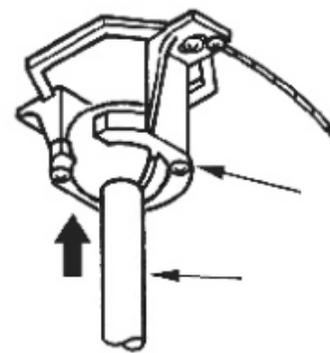

Fig.12
Paso 5. Levante el ensamblaje del motor y coloque la esfera de soporte dentro de la abrazadera de montaje. Gire el ensamblaje del motor hasta que la ranura de la esfera de montaje sienta sobre la astria de la abrazadera de montaje. (Fig. 12)